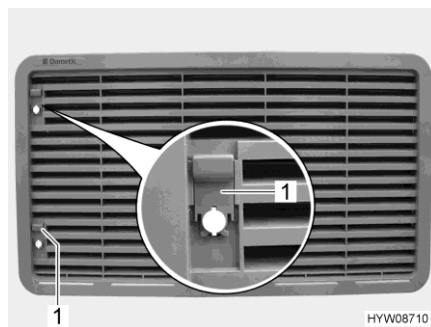

Fig. 141 Griglia di aerazione del frigorifero
- Spingere il cursore (Fig. 141,1) verso l'alto.